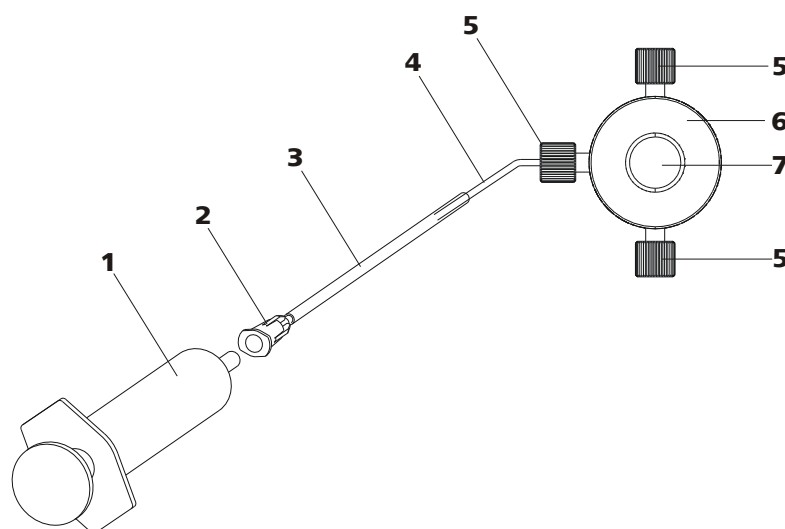

Abbildung 20 Hochdruckpumpe entlüften
Entlüften Sie die Hochdruckpumpe wie folgt (*siehe Abbildung 20, Seite 41*):
- Spritze (20-1) in den Luer-Anschluss (20-2) der Purge-Kanüle stecken (siehe Abbildung 20, Seite 41).